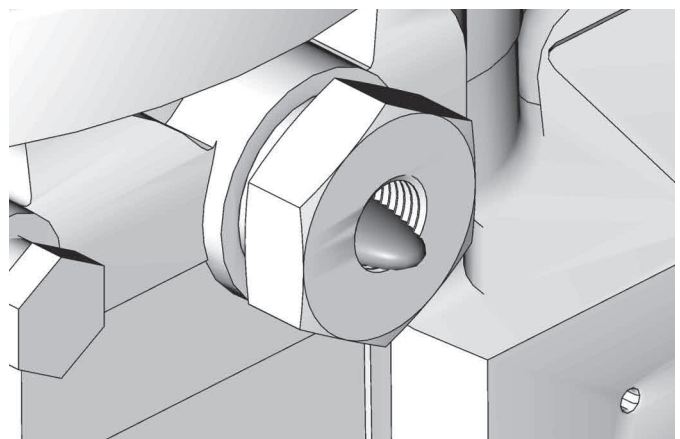

FIG. 12
2. Far funzionare la pompa solo finché il lubrificante non fuoriesce dal raccordo dell'elemento privo di aria (FIG. 12).